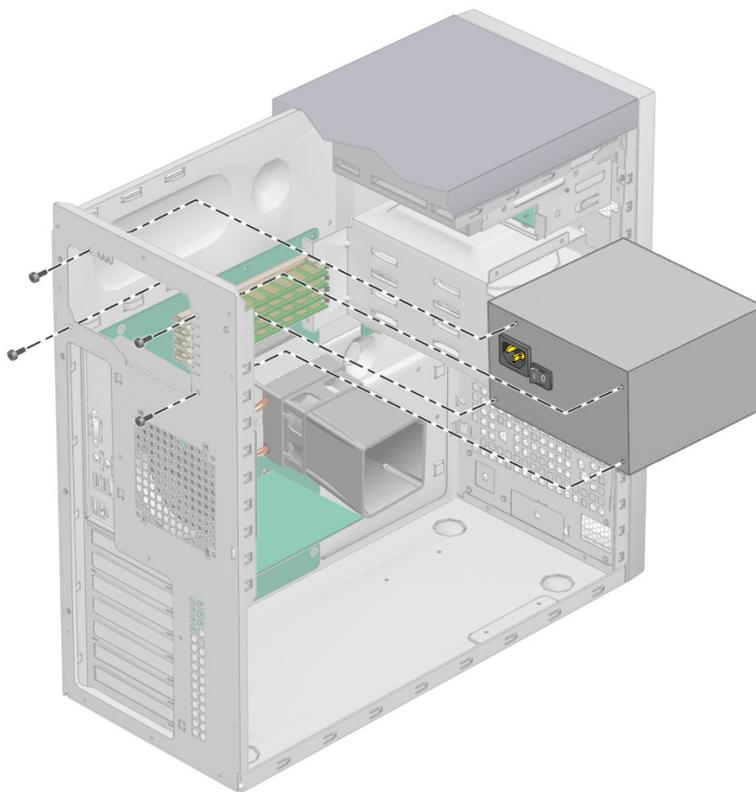

РИС. 4-29 Установка блока питания в корпусе
4. Определите расположение места установки блока питания и разместите его внутри корпуса (см. РИС. 4-29).